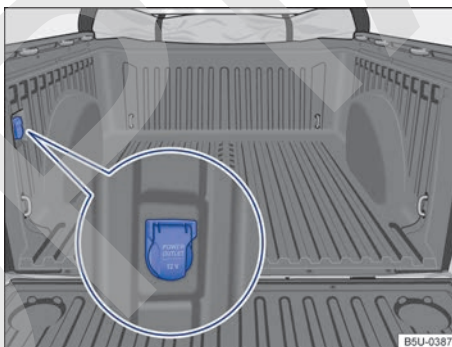

Fig. 127 Compartimento de carga: toma de corriente 12 V.
- La toma de corriente 12 V se puede encontrar en la parte interior del compartimento de carga → fig. 127 (dependiendo de la versión del vehículo puede no estar disponible).